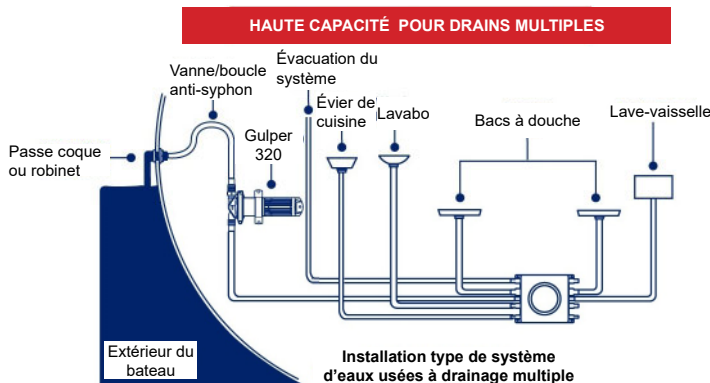
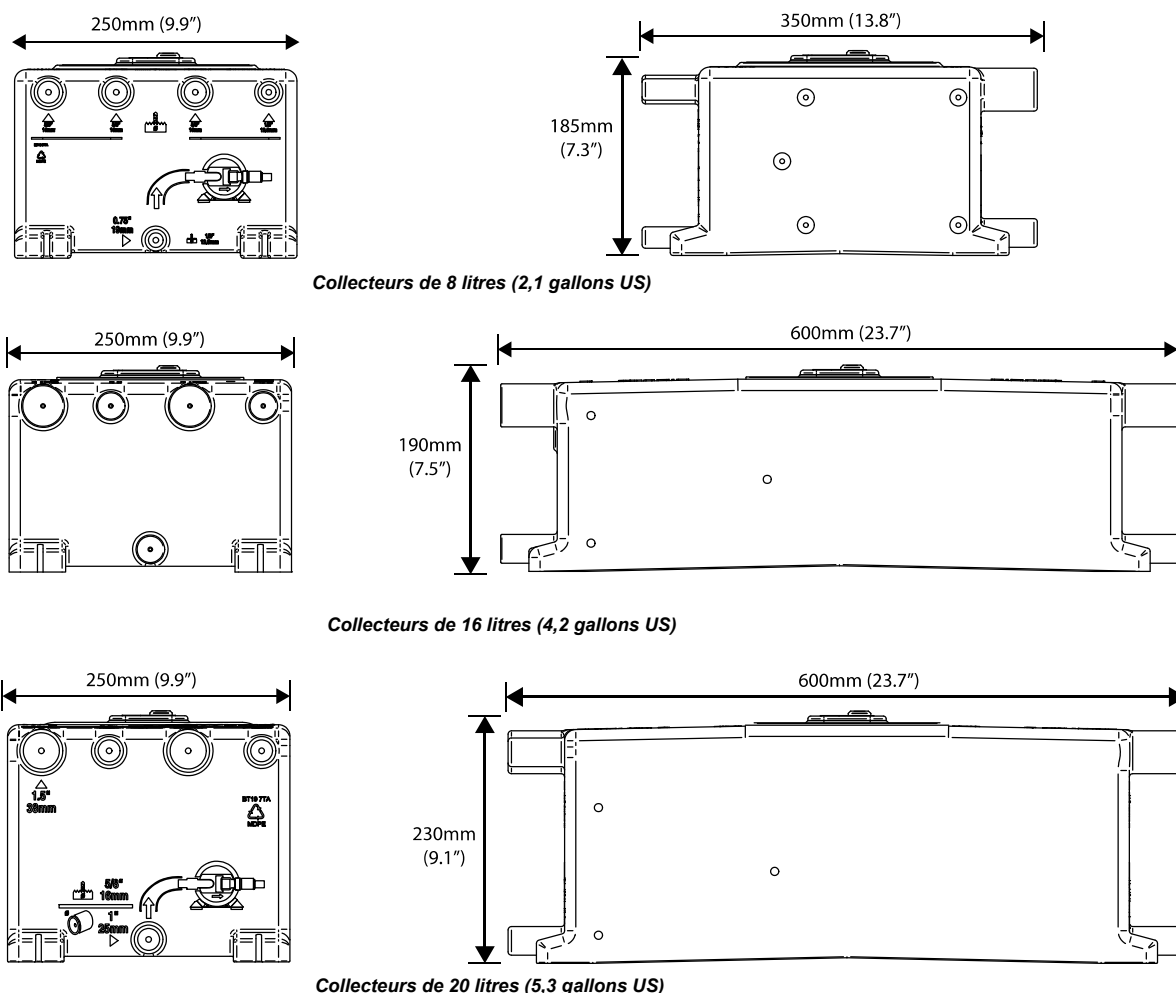

Figure 1 Installation type de collecteur d'eaux usées dans un système d'eaux usées à drains multiple
Figure 2 Dimensions du collecteur d'eaux usées
- Fig. 2 Dimensions du collecteur d'eaux usées
- L'ensemble de la tuyauterie **doit** contenir vanne/boucle anti-siphon correctement installée. (Figure 1)
- L'eau pompée **doit** être évacuée via un passe coque ou un robinet situé **au-dessus de la ligne de flottaison**. (Figure 1)
Le collecteur d'eaux usées est conçu pour être utilisé avec les eaux usées dans les bateaux de plaisance. L'installation type est illustrée dans la Figure 1. Pour connaître les dimensions du collecteur, consultez la Figure 2.